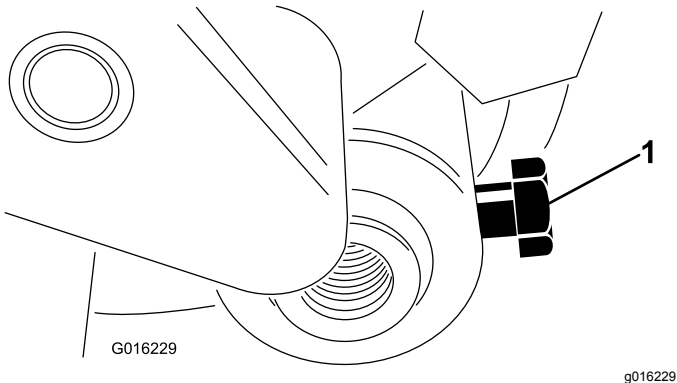

図 3
3. ローラシャフトを刈高アームに固定しているボルトをゆるめる 図 3。